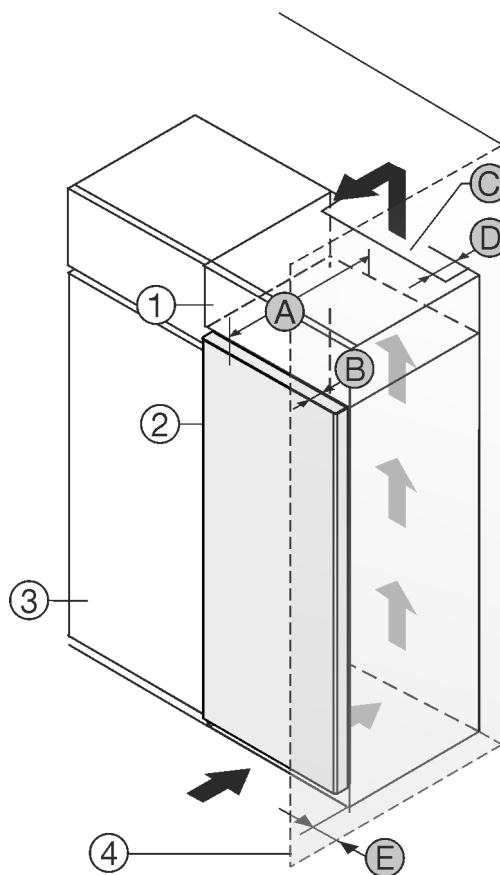

Fig. 1
- (1) Nadstavná skrinka*
- (2) Zariadenie*
- (3) Kuchynská skriňa*
- (4) Stena*
- (A) Hĺbka zariadenia*
- (B) Hĺbka dvier*
- (C) Prierez vetracieho otvoru*
- (D) Vzďialenosť zadnej strany zariadenia*
- (E) Vzďialenosť od boku zariadenia*
Zariadenie môžete inštalovať priamo vedľa kuchynskej skrine Fig. 1 (3)*.
Na zadnej strane nadstavnej skrine musí byť vetracia šachta s hĺbkou Fig. 1 (D) cez celú šírku nadstavnej skrine.*
Pod stropom miestnosti sa musí dodržať prierez vetracieho otvoru Fig. 1 (C)*.
Ak zariadenie nainštalujete so závesmi vedľa steny Fig. 1 (4), tak vzďialenosť medzi zariadením a stenou musí byť minimálne 13 mm.*
Ak zariadenie nainštalujete so závesmi vedľa steny Fig. 1 (4), tak vzďialenosť medzi zariadením a stenou musí byť minimálne 20 mm.*
Aby ste mohli dvere úplne otvoriť, zariadenie musí vyčnievať o hĺbku dverí Fig. 1 (B) prednej časti kuchynskej skrine. V závislosti od hĺbky kuchynských skriň Fig. 1 (3) a použitia dištančných držiakov na stenu môže zariadenie prečnievať ešte viac.*